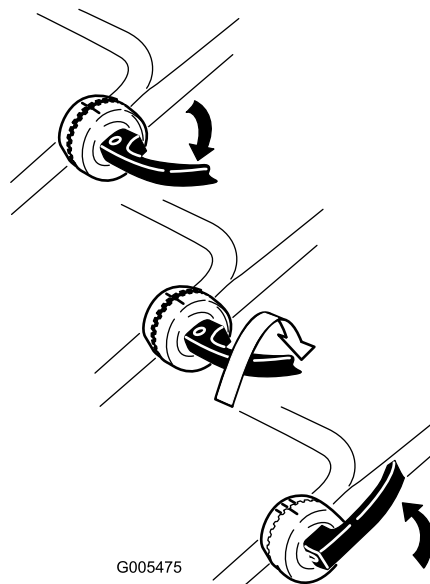

Figur 4
2. Lås opp de øvre håndtakslåsene og dreii det øvre håndtaket oppover og lås det i en posisjon som er komfortabel for deg (Figur 4).
Merk: Du kan sette det øvre håndtaket i én av tre posisjoner. Rett inn merket med ett av de tre merkene på innsiden av den øvre håndtakslåsen (Figur 4).